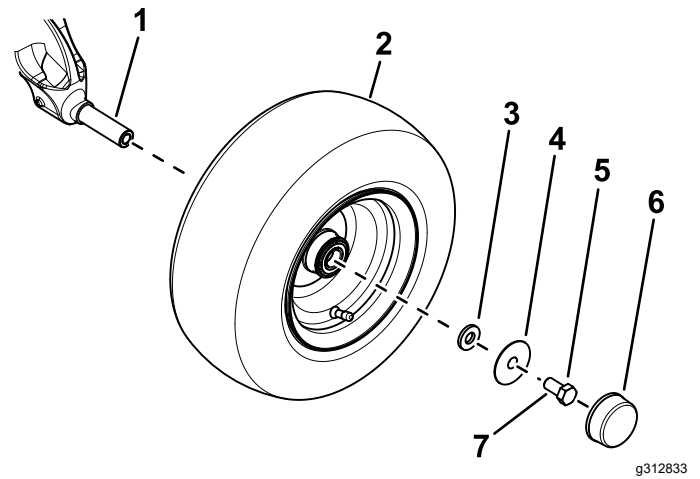

Bild 3
- B. Verwenden Sie eine kleine Unterlegscheibe, eine große Unterlegscheibe, eine Schraube (5/8" x 1 1/4") und eine Staubkappe, um das Rad an der Achsspindel zu befestigen (Bild 3).
- D. Bringen Sie die Staubkappe am Rad an (Bild 3).